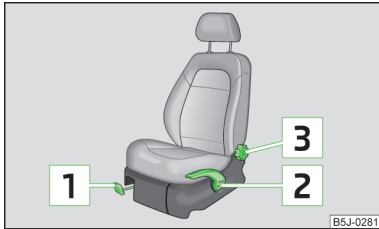

Abb. 36
- › Den Hebel  » Abb. 36 nach oben ziehen und dabei den Sitz in die gewünschte Position schieben.
- › Möchte man den Sitz anheben, den Hebel  » Abb. 36 nach oben ziehen bzw. pumpen.
- › Die Sitzlehne entlasten (sich nicht anlehnen) und das Handrad  » Abb. 36 drehen, um die gewünschte Lehnenneigung einzustellen. ■